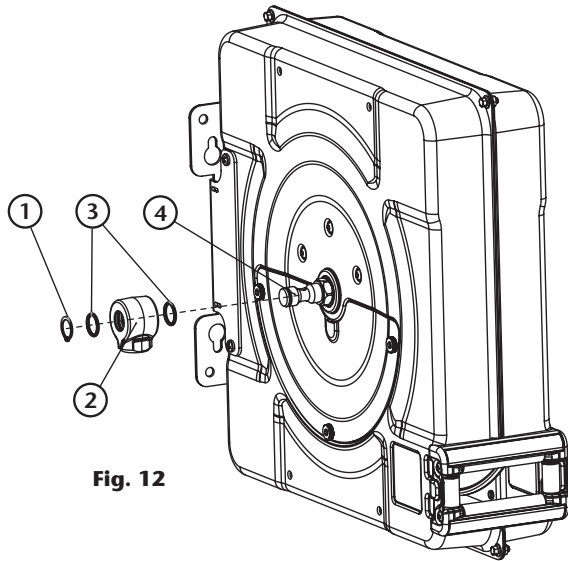

Fig. 12
2. Retirez le circlip (1) (fig. 12) de l'arbre et retirez la rotule (2) (fig. 12).
3. Remplacez les joints (3) (fig. 12). Sur les modèles à moyenne et haute pression, les joints sont situés sur la rotule. Sur les modèles à basse pression, les joints sont situés sur l'arbre. Si, en plus des joints, vous devez remplacer la rotule, débranchez le tuyau d'alimentation de la rotule et rebranchez-le sur la nouvelle rotule.
4. Appliquez un peu de graisse sur l'arbre (4) (fig. 12) et sur la rotule pour la réinsérer avec précaution sur l'arbre.